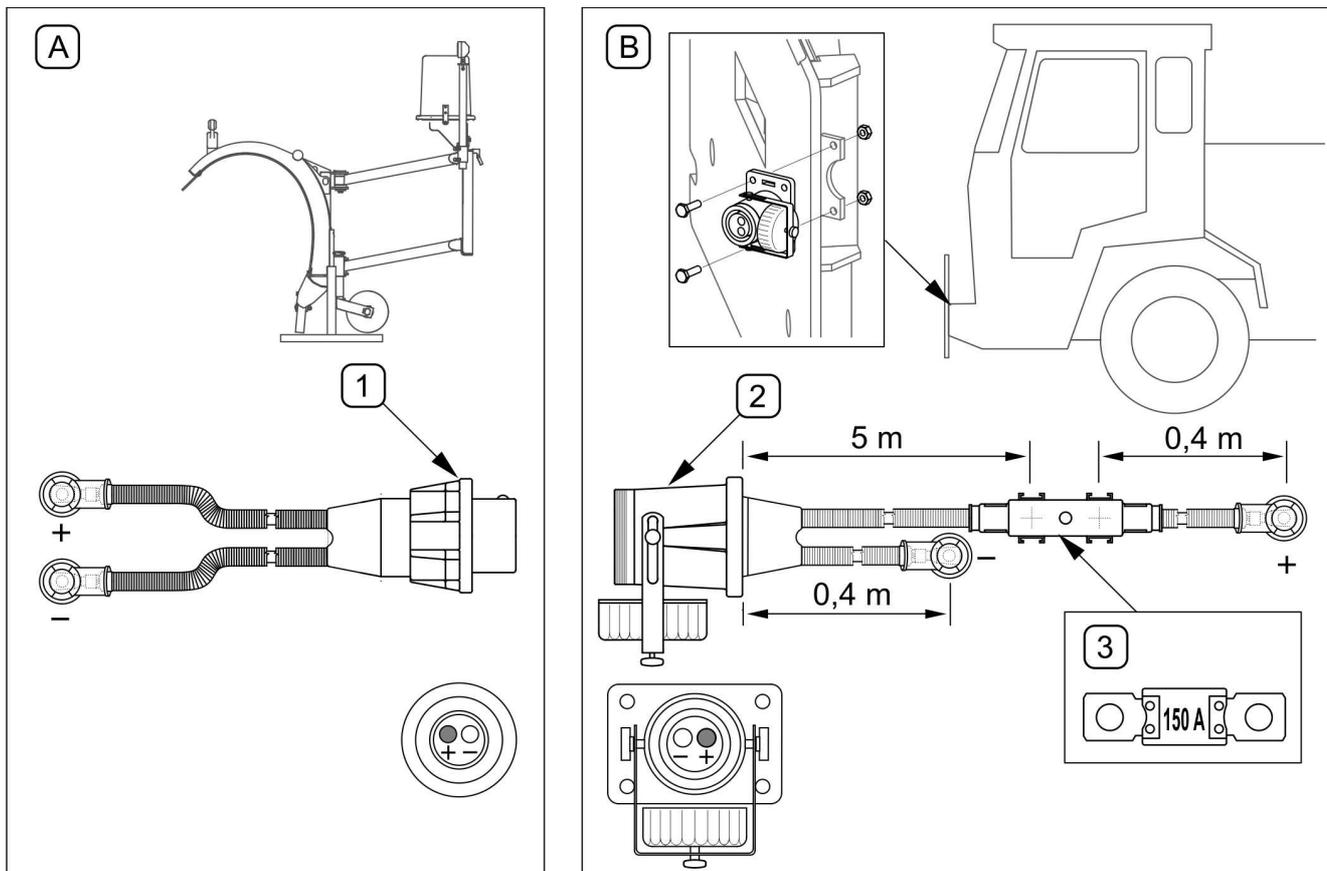

BILD 4.22 **Installationschema der elektrischen Anlage des Pfluges**
Für den Pflugbetrieb ist eine geeignete Hochstromsteckdose an der Vorderseite des Maschinenträgers erforderlich. Wenn der Maschinenträger keinen solchen Stecker hat oder wenn der Stecker von einem anderen Typ ist, dann sollte die Installation wie in der (BILD 4.22) dargestellt erfolgen.
Das Stromkabel (B) des Pfluges hat eine 150A MEGAVAL-Sicherung, die auf dem Stromkabel "+" angebracht ist. (BILD 4.22)